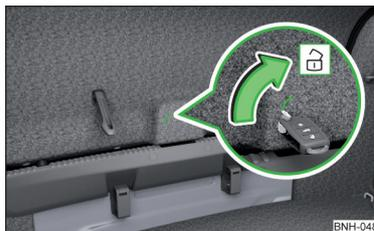

Fig. 145 **Desbloqueo de emergencia de la tapa de maletero**
- Introducir la llave del vehículo hasta el tope en la ranura en el revestimiento » fig. 145.